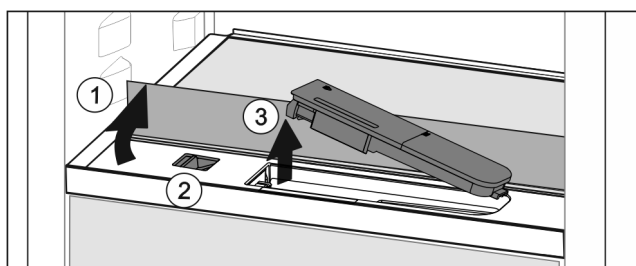

Fig. 35
- ▶ Soulever la tablette et la rabattre vers l'arrière jusqu'à la butée Fig. 35 (1).
- ▶ Pousser le curseur Fig. 35 (2) vers la gauche.
- ▶ Sortir le filtre à eau Fig. 35 (3).